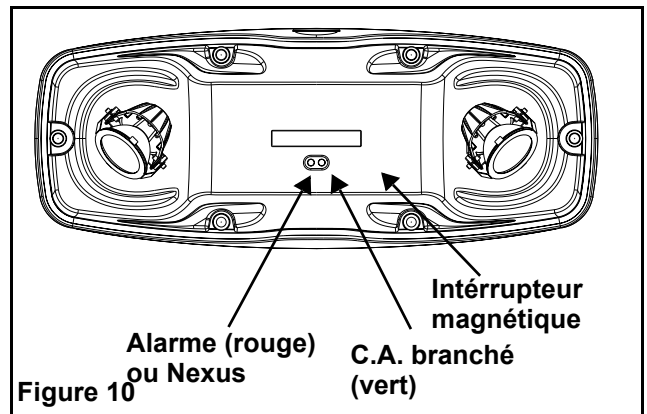

Figure 10
**Indicateurs internes :** Alarme de batterie, Batterie déconnectée, Alarme de chargeur et Alarme de lampes. Lampe témoin allumé en permanence si une condition d'alarme existe (voir figure 10).